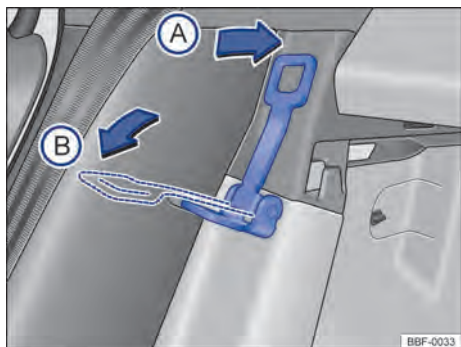

Fig. 64 Atrás del asiento trasero: palanca para regular la inclinación del respaldo
- **Posición A**: colocar la palanca → fig. 64 en el sentido de la flecha A, para volver el respaldo del asiento a su posición original.
- **Posición B**: poner la palanca → fig. 64 en la dirección de la flecha B, para ampliar el maletero.
ⓘ Volkswagen recomienda no montar el asiento para niños en el asiento trasero en la posición (B) → fig. 64.